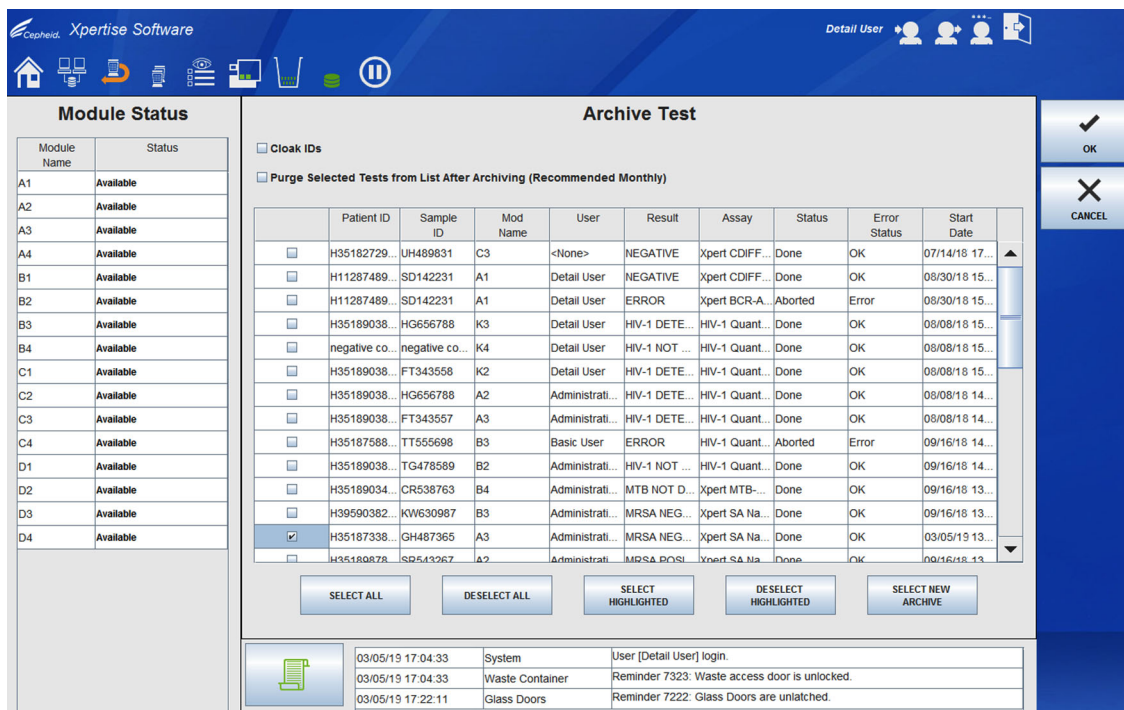

図 2-74. テストのアーカイブワークスペース
- アーカイブする場合は、テストアーカイブのリマインダー (Test Archive Reminder) ワークスペースで **YES** を選択して、アーカイブを伴うシャットダウンシーケンスを続行します。テストのアーカイブ (Archive Test) ワークスペースが表示されます (図 2-74 を参照)。